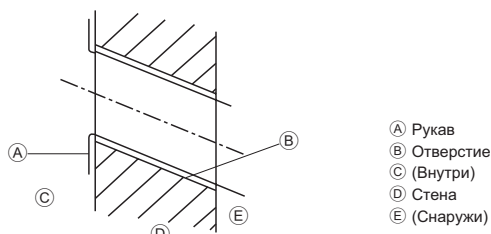

Рис. 3-3
3.2.2. Сверление отверстия для труб (Рис. 3-3)